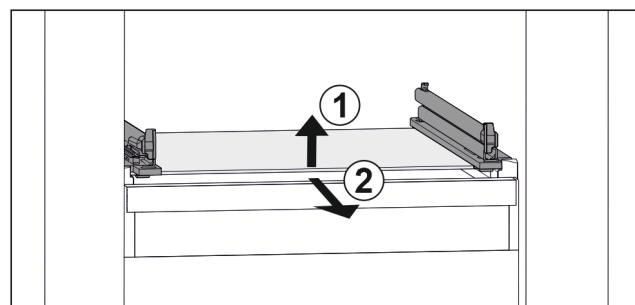

Fig. 111 Приближене відображення скляної пластини
- Підняти скляну пластину спереду. Fig. 111 (1)
- Вийняти скляну пластину рухом вперед. Fig. 111 (2)